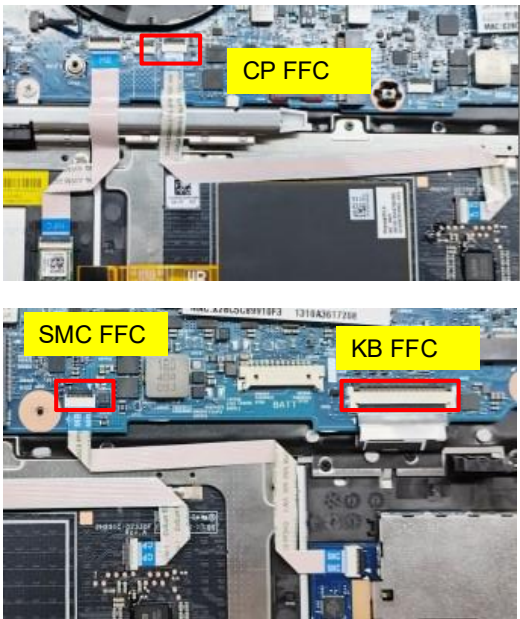

Figure 1
1. Open CNTR · remove KB FPC/SMC FFC/CP FFC Fig1)